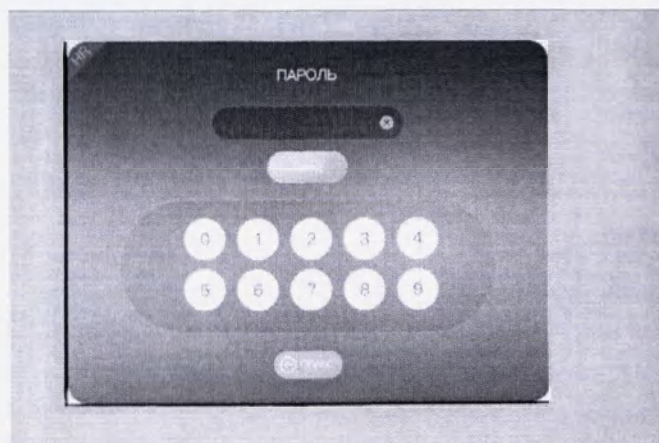

Рис. 7.
7.6. После выбора языка появится экран ввода пароля доступа (рис. 7). Для активации доступа необходимо ввести цифровой код (по умолчанию 111219) и нажать кнопку «ОК».